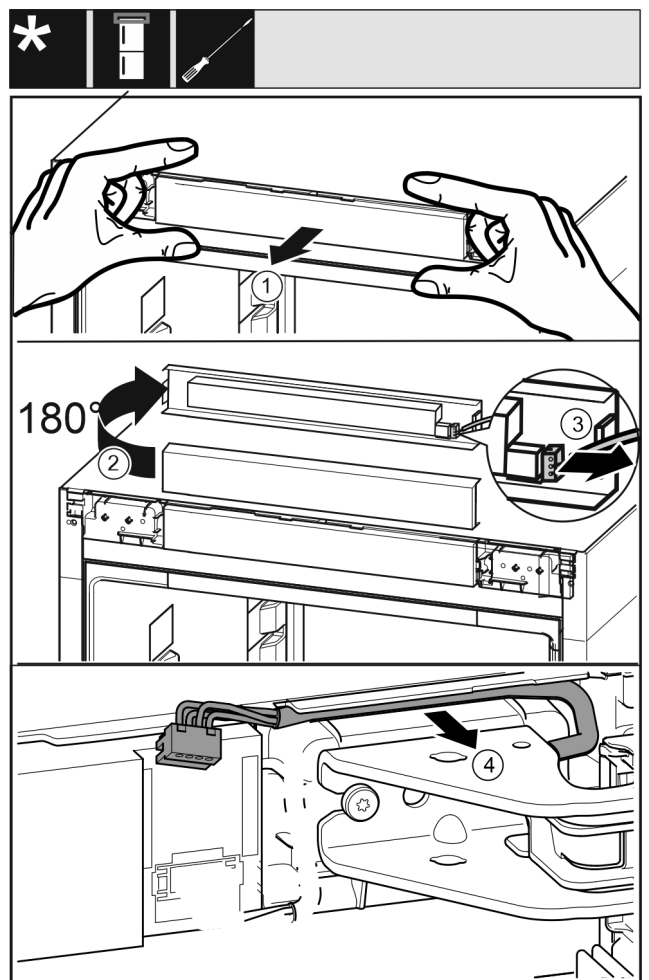

Fig. 9
- ▶ Panel přístroje opatrně povolte směrem dopředu. Fig. 9 (1)
- ▶ Panel otočte o 180° nahoru. Fig. 9 (2)
- ▶ Západku zatlačte dozadu a opatrně vytáhněte zástrčku. Fig. 9 (3)
- ▶ Kabel nad stojanem ložiska opatrně uvolněte z vedení. Fig. 9 (4)